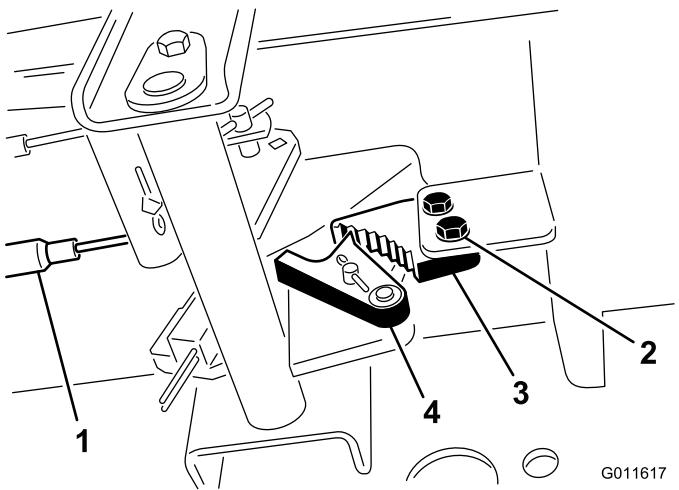

Figure 37
2. Vis (2)      4. Verrou de frein
- Appuyez sur l'avant de la pédale du frein de stationnement jusqu'à ce que le verrou s'engage complètement sur le cliquet du frein (Figure 37).
- Desserrez les 2 vis qui fixent le cliquet du frein de stationnement au cadre (Figure 37).